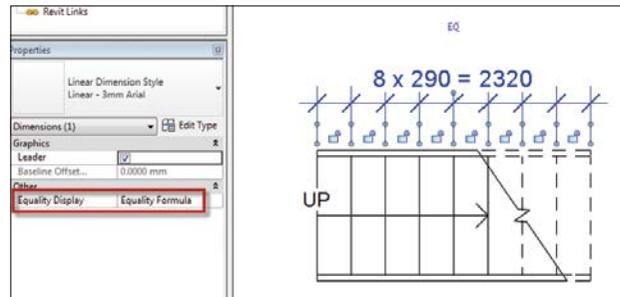

Рис. 25. Отображение размеров при условии равенства (EQ)
Третье улучшение касается отображения размеров при условии равенства (EQ) (Рис. 25). В добавку к возможностям старых версий Revit теперь появилась возможность в качестве текста при условии равенства использовать формулу (Equality Formula). Она является свойством типоразмера размеров. Нажатием на кнопку справа открывается окно, в котором определяется, как будет выглядеть сама формула.